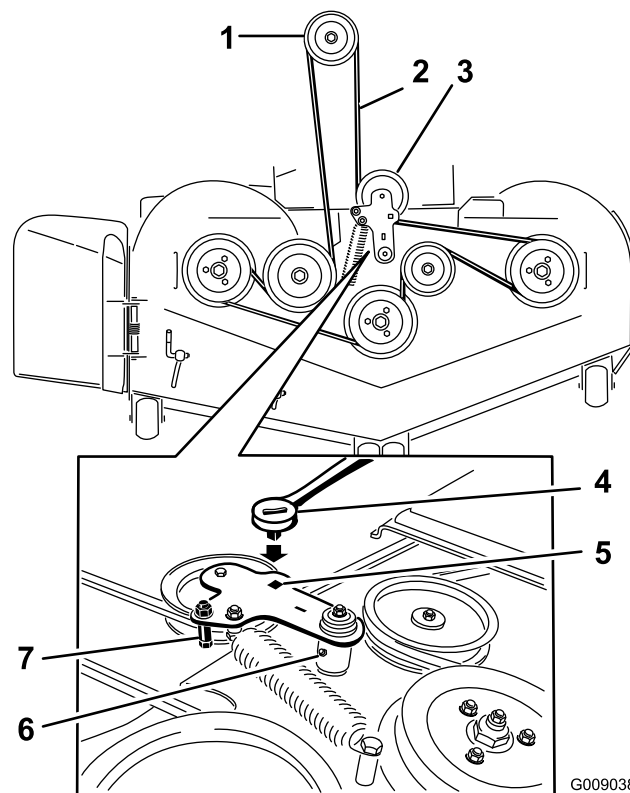

Figure 81
5. Insérez un rochet dans le trou carré du bras de la poulie de tension pour détendre le ressort de la poulie de tension (Figure 81).
7. Enlevez le guide-courroie situé sur le bras de la poulie de tension rappelé par ressort (Figure 81).
9. Acheminez la courroie neuve autour des poulies du tablier de coupe et de la poulie d'embrayage, sous le moteur (Figure 81).
10. Montez le guide-courroie sur le bras de la poulie tension (Figure 81).
11. Insérez le rochet dans le trou carré et montez le ressort de la poulie de tension (Figure 81).